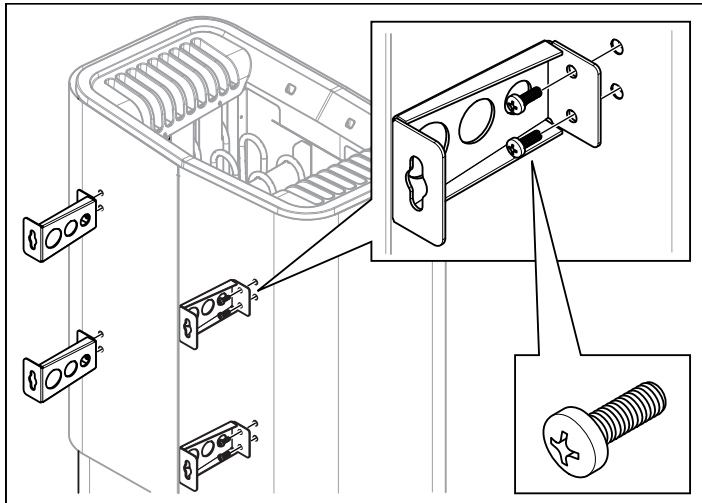

Рисунок 10: Крепление кронштейнов к нагревателю
8. Открутите первые два винта на задней стороне нагревателя и прикрутите один из четырех кронштейнов. Повторяйте процедуру для установки всех остальных кронштейнов (см. Рис. 10).